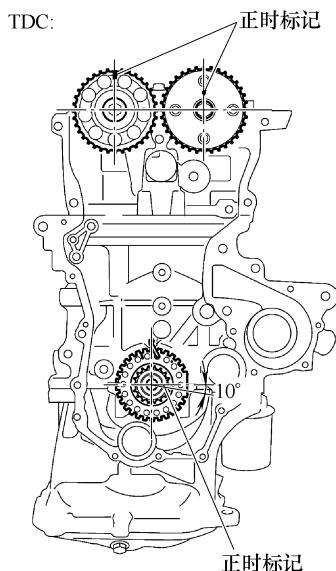

图 1-221 正时标记位置
① 在 O 形圈上涂抹发动机机油。
② 用螺栓安装凸轮轴位置传感器。
① 确保所有正时标记位于图中所示的位置(TDC), 见图 1-221。